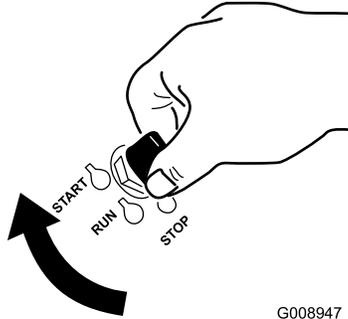

Figure 21
1. Tournez la clé de contact à la position de DÉMARRAGE (Figure 21).